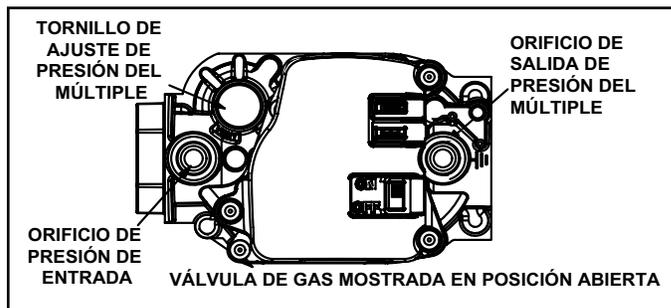

FIGURA 61
#### Funcionamiento de la válvula de gas (Figura 61)
- 6 - Mueva el interruptor en la válvula de gas a la posición APAGADO. Ver la Figura 61.
- 8 - Mueva el interruptor en la válvula de gas a la posición ENCENDIDO. Ver la Figura 61.
Cuando evalúe la presión del gas de suministro, use una derivación tapada de 1/8 pulg. N.P.T. o el poste de presión situado en la válvula de gas para facilitar la conexión del indicador de prueba. Ver la Figura 61. Verifique la presión de la línea de gas con la unidad encendida a la tasa máxima. La baja presión puede producir una operación errática o encendido insuficiente. La alta presión puede producir daño permanente a la unidad o encendido excesivo.